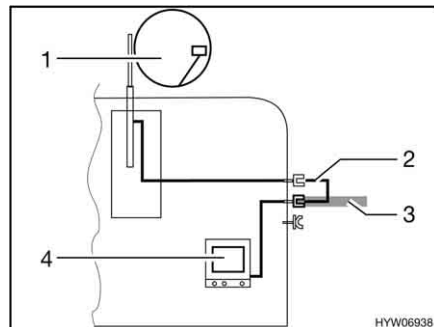

Fig. 118 TV dans le véhicule
- TV dans le véhicule (Fig. 118,4) : Raccord à l'antenne sur le toit (Fig. 118,1) avec câble d'alimentation (Fig. 118,2)
- TV dans le véhicule (Fig. 118,4) : Raccord à l'antenne extérieure (Fig. 118,3)